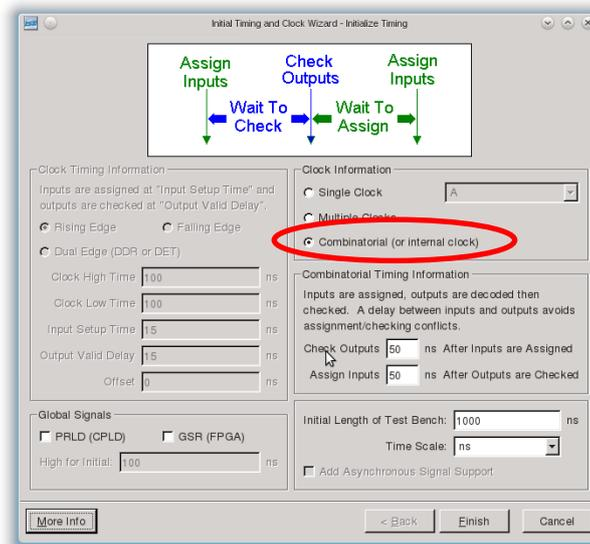

Figura 10 - Definições do ficheiro de estímulos do circuito `teste.sch`.
- 4 Na Janela “*Initial Timing and Clock Wizard*” escolha a opção “*Combinatorial*” (ver Figura 10), uma vez que este circuito não tem nenhum sinal de relógio. Caso desenhe um circuito síncrono (i.e., com flip-flops) deverá escolher uma das outras opções e indicar qual a entrada de relógio.